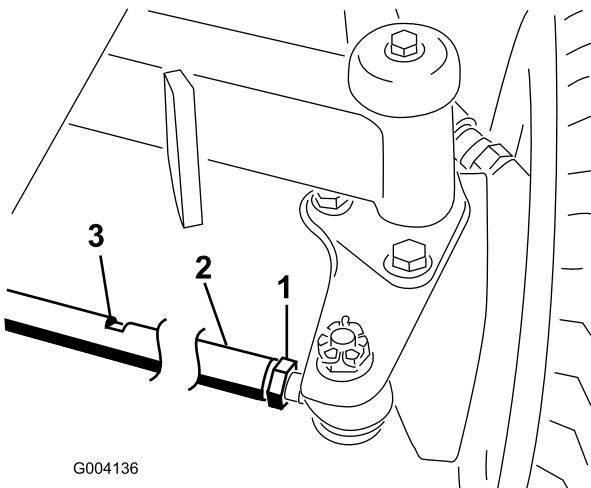

図 63
2. 各タイロッド図 63 の端についているジャムナットをゆるめる。